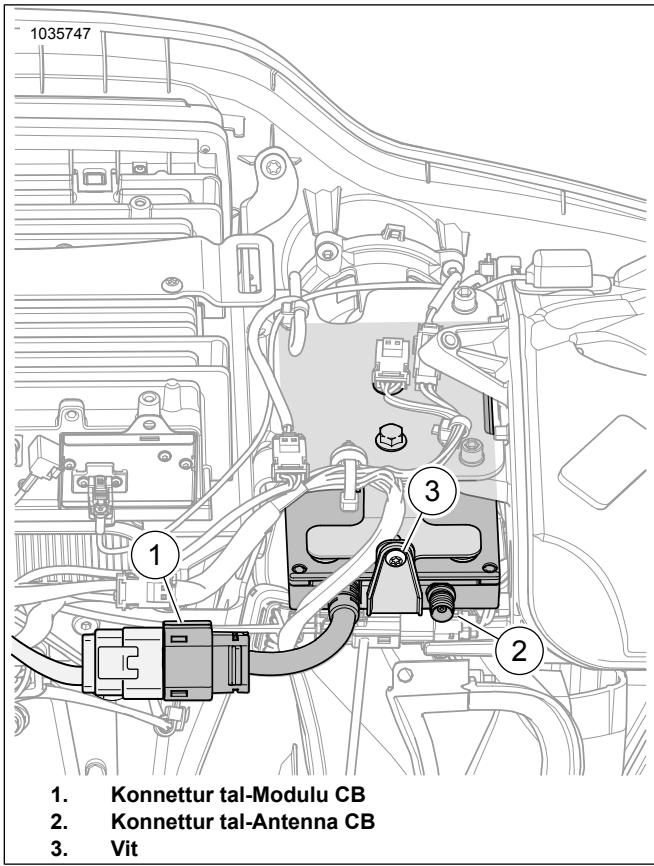

Figura 5. Konnetturi tal-Irbit ta' Sikurezza tal-Fairing tan-Naħha ta' Ģewwa
6. Ara Figura 5 . Ikkonnettja l-hawsing tas-sokit bi 12-il post mas-CB [184] (1).